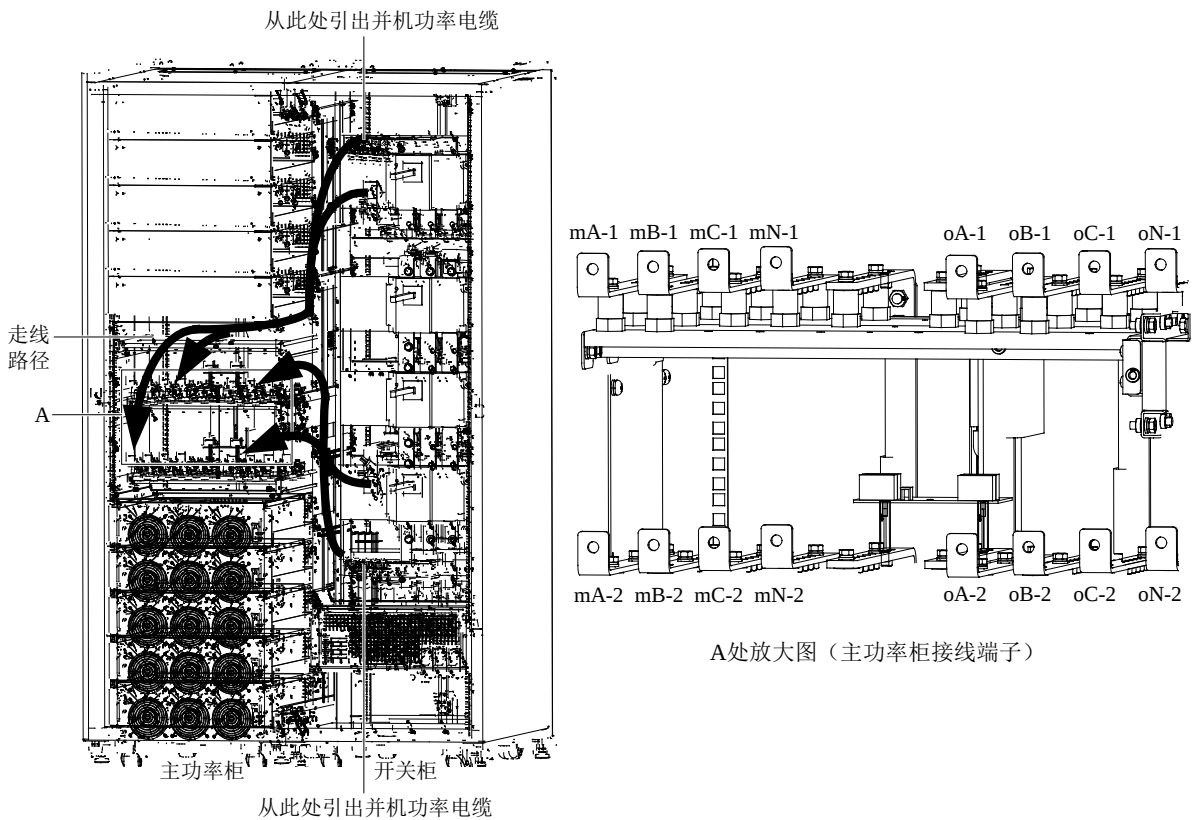
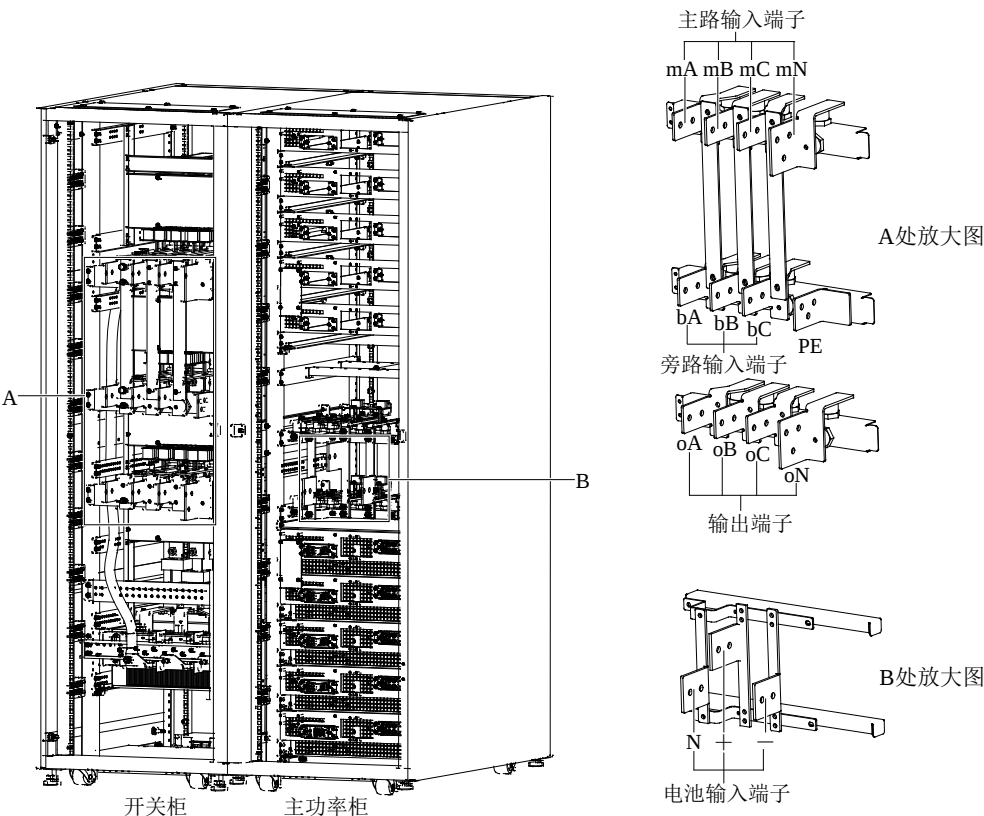

图3-1 连接并机功率电缆
图3-2 功率电缆接线端子（后视）
3. 接线端子位置参见图 3-1～图 3-2。
主路输入、旁路输入、输出及电池功率电缆与相应的 UPS 端子连接，如图 3-1 和图 3-2 所示。
通过螺栓将保护地线可靠连接在 PE 输入端子（见图 3-2）上。
2. 并机功率电缆出厂时已连接在开关柜上部和下部的铜排上，位置如图 3-1 所示。将并机功率电缆按图 3-1 所示走线路径伸入主功率柜中，并引至主功率柜中相应接线端子位置。
2. 打开主功率柜和开关柜后门，可见功率电缆接线端子，包括：主路输入端子、旁路输入端子、输出端子、电池输入端子和 PE 端子，见图 3-2。